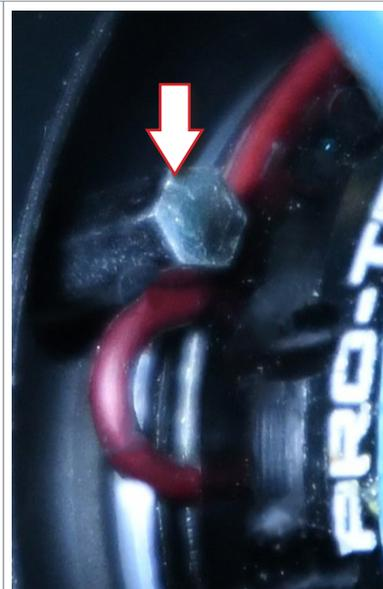

Abb.4
• Ein Werkzeug in das Loch stecken, in der Nähe der Sicherungsfeder positionieren und an der Kurbel drehen, bis das Ende das Positionierungsloch erreicht (Abb. 4).